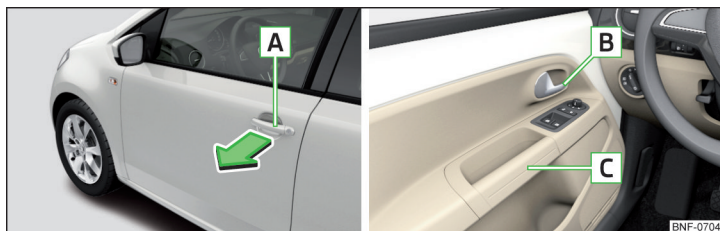

Fig. 32 Dørhåndtag
- For at **åbne udefra** skal du låse bilen op og trække i dørhåndtaget **A** i pilens retning » Fig. 32.